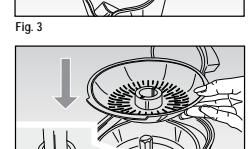

Fig. 4
- Insert the filter (C) on the convoyer (D), in modo che le fessure poste sul foro centrale del filtro si inseriscono sulle apposite tacche presenti sul foro centrale del convoyer (Fig. 4); premere il filtro verso il basso fino a butta.
- Introduire le filtre (C) sur le convoyer (D), de façon à ce que les fissures situées sur le trou central du filtre s'introduisent dans les encoches présentes sur le trou central du convoyer (Fig. 4) : pousser le filtre vers le bas jusqu'à la butée.
- Den Filter (C) auf den Förderer (D) so aufsetzen, dass die Schlitzte auf der mittigen Öffnung des Filters auf den entsprechenden Einschnitten auf der mittigen Öffnung des Förderers einrasten (Abb. 4); den Filter bis zum Anschlag nach unten drücken.